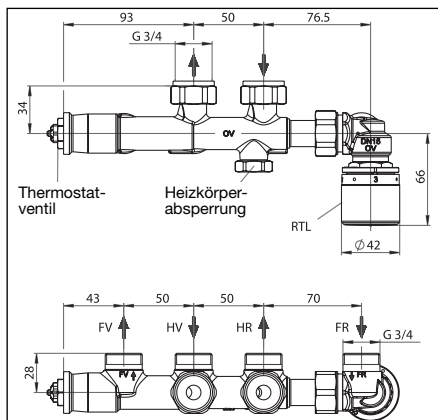

Abb. 3 Abmessungen Anschlussarmatur
Den Rücklaufftemperaturbegrenzer (Abb. 3) auf den festgelegten Sollwert (Werkseinstellung: 3 $\approx$ ca. 30 °C) einstellen.
2. Schutzkappe von der Heizkörperabsperung (Abb. 3) entfernen.